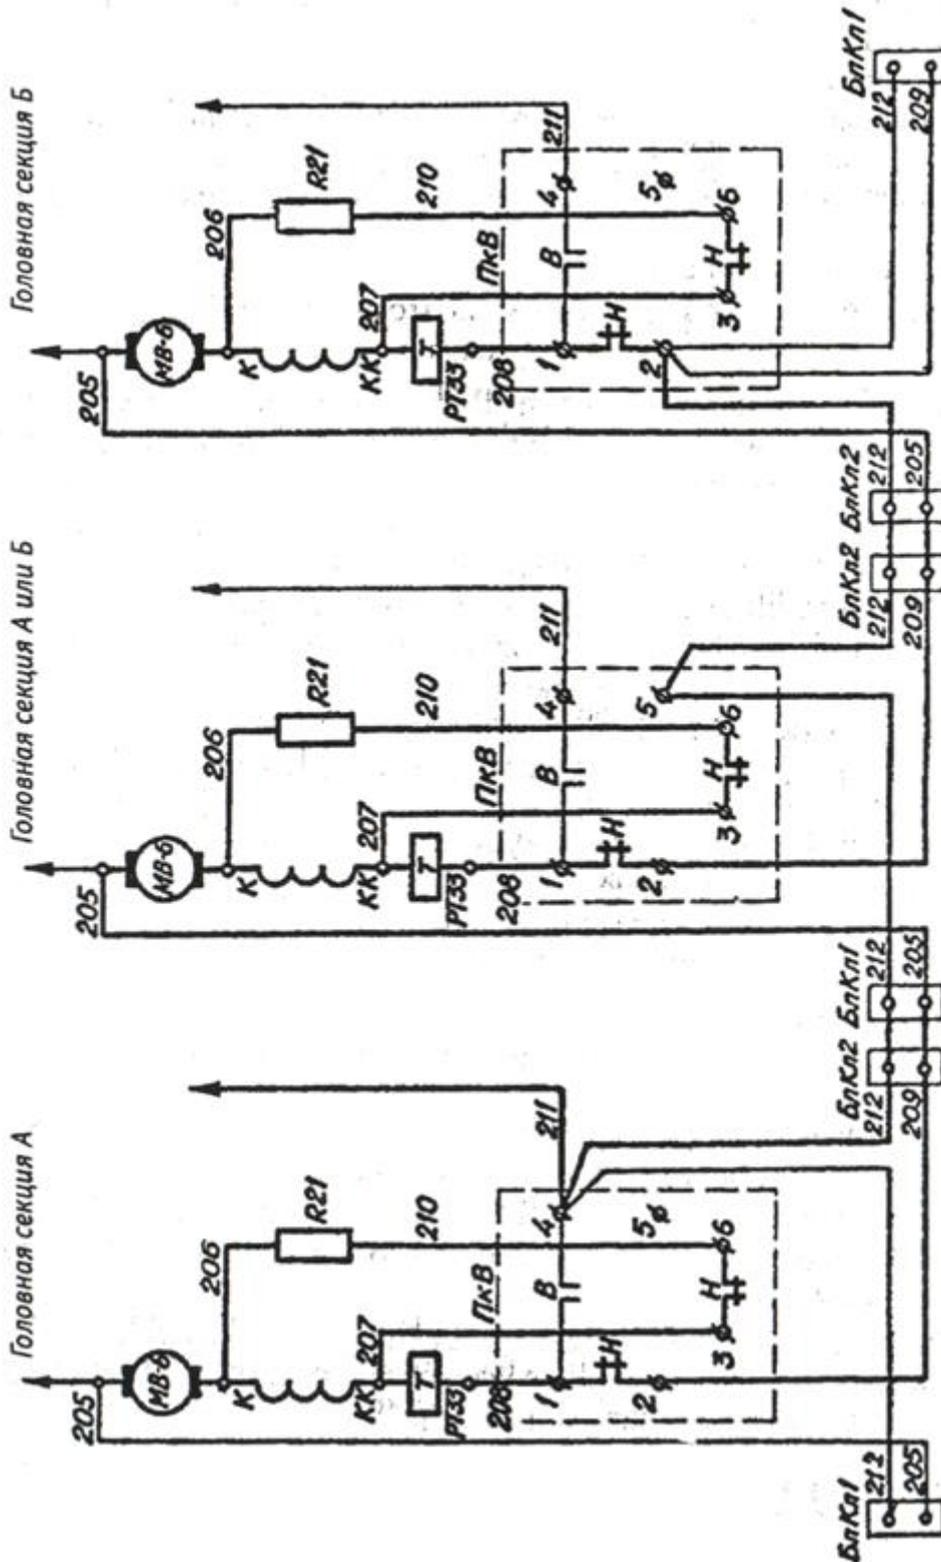

Рисунок 8 – Схема включения вентиляторов при низкой скорости вращения
**Силовая схема для варианта А+А+Б.** При формировании электровоза на клеммах 5 межсекционных блоков клемм БлКл1 и БлКл2 провода закреплены в следующем порядке (рис.8)